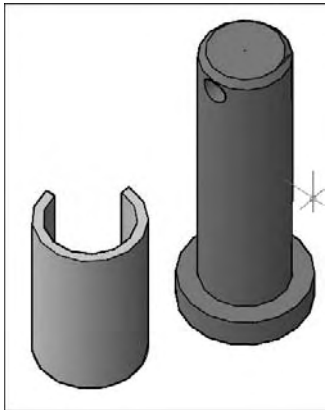

Fig.19.18
- 4 Tracez le contour du guide intérieur et extrudez-le de 26 cm (fig.19.18).